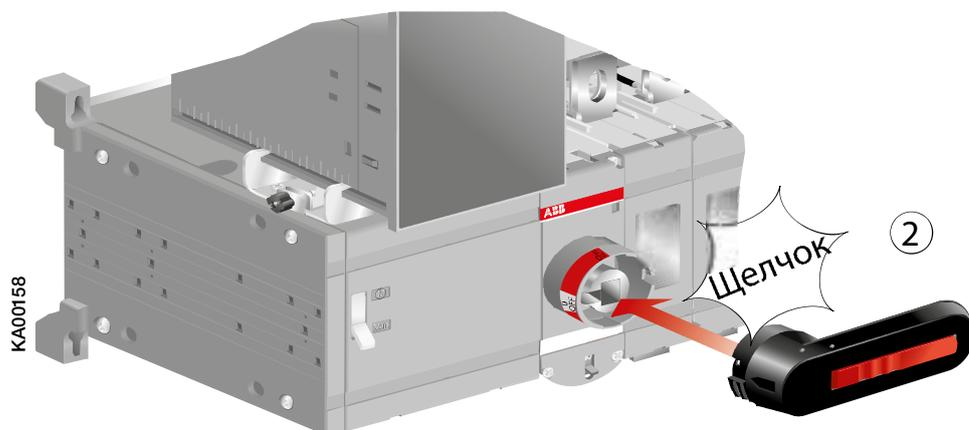

Рис. 7.18. Установка рукоятки
2. Чтобы установить рукоятку на панели переключения, нажмите на нее до щелчка. Рукоятку можно установить в любом положении, см. рис. 7.18.